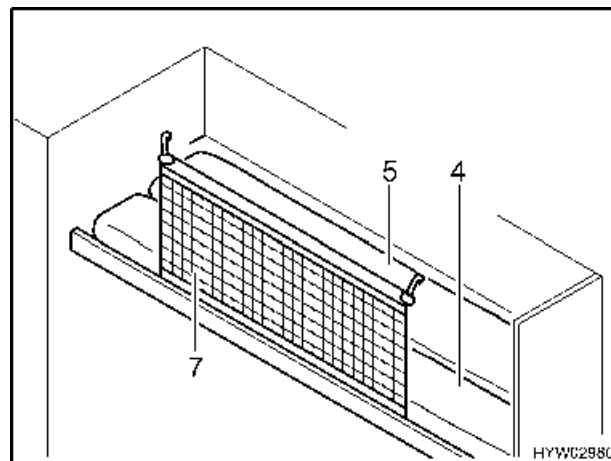

Bild 39 Nach dem Umbau
- Das Sicherungsnetz (Bild 39,7) einhängen, wenn das Klappbett benutzt wird.
- Das vordere Polster (Bild 39,4) auf das hintere Polster (Bild 39,5) legen.